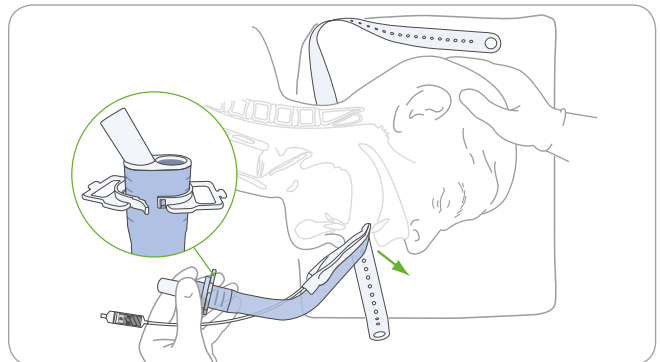

Figure 9. Appuyer la pointe du masque contre la voûte du palais.
5. Placer la collerette sur le cale-dents de telle sorte que la surface plane de la bride soit orientée vers le patient et positionner la collerette à mi-hauteur du cale-dents **SANS LA VERROUILLER**, comme indiqué sur la **figure 9**. Pour faciliter l'utilisation du dispositif, il est recommandé d'orienter la collerette de telle sorte que la pince de cette dernière soit orientée vers le nez du patient au moment de l'introduction.
7. Tenir le dispositif exactement comme indiqué sur la **figure 9**.